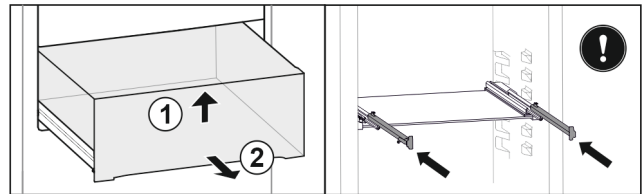

Fig. 27\*
- ▶ Повдигнете чекмеджето отпред Fig. 27 (1)\*
- ▶ Извадете напред Fig. 27 (2)\*